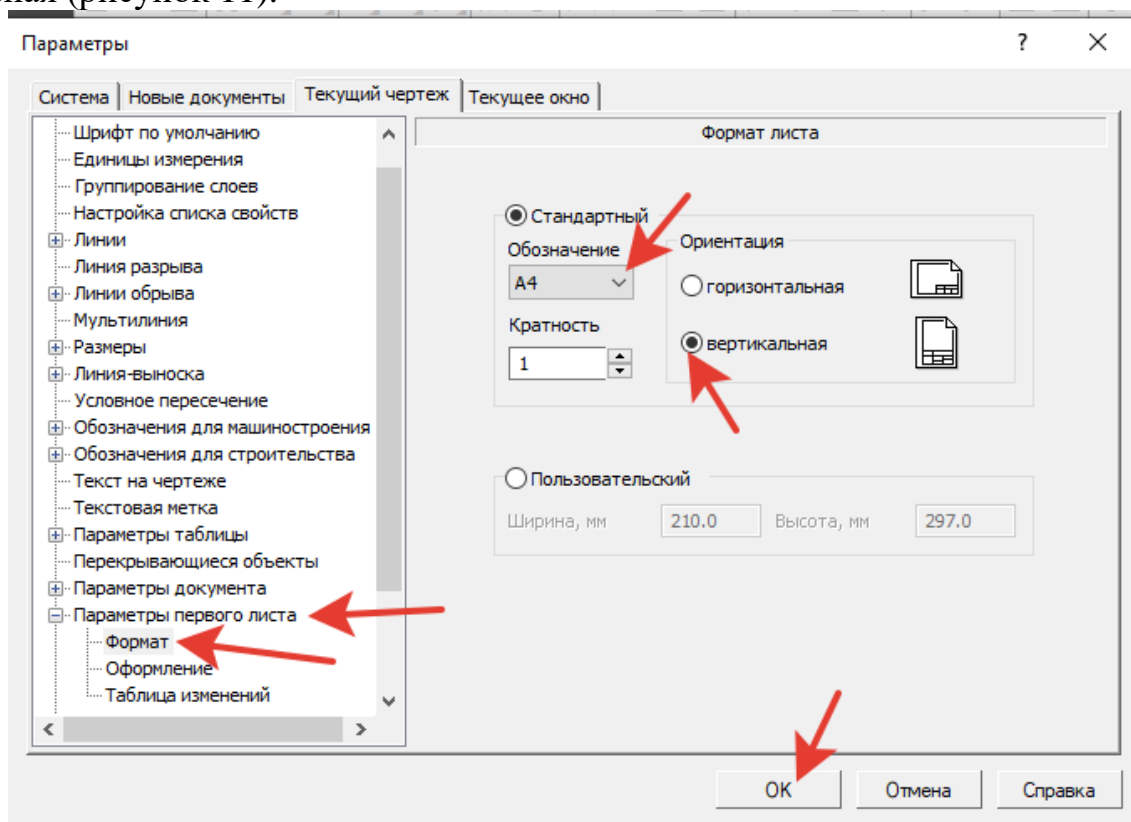

Рисунок 11.
2. В главном окне системы откройте **Настройка - Параметры - Параметры первого листа - Формат**. Выберите формат **A4**, ориентация вертикальная (рисунок 11).